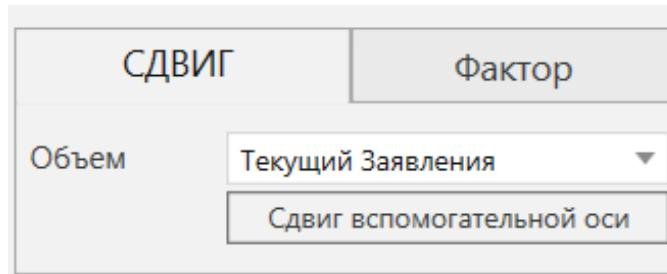

Рисунок 97 – Сдвиг Aux
- **Сдвиг Aux:** Сдвиг значения вспомогательных осей для выбранных операторов, последовательности или программы (рис.97).